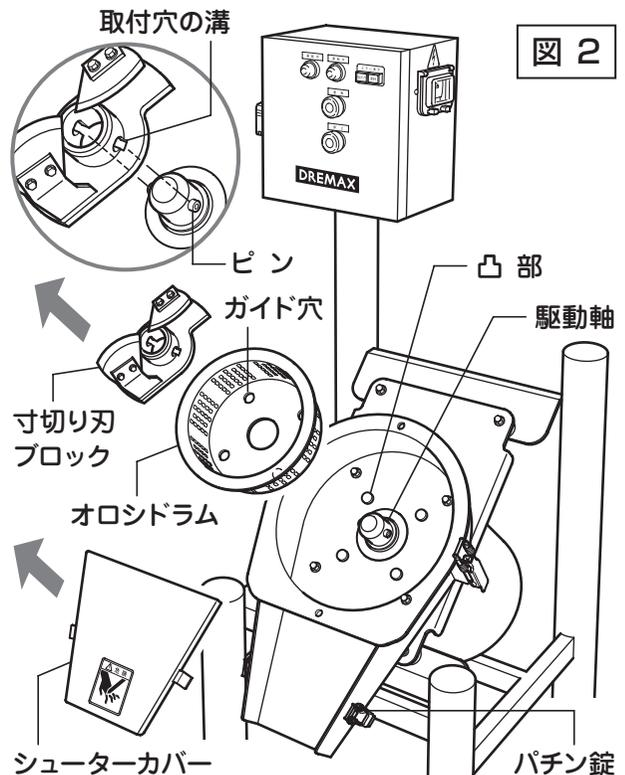

図 2
- 3 寸切り刃ブロックを駆動軸から引き抜いてください。(図2)
- 4 オロシドラムを持ち上げて取り外してください。(図2)
- 5 シューターカバーを固定しているパチン錠を解除して取り外してください。(図2)
- ② シューターカバーをセットし、パチン錠を掛けます。(図2参照)
- ③ オロシドラムのガイド穴4個所をドラム本体の凸部に合わせてセットします。(図2参照)
- ④ 寸切り刃ブロックを駆動軸に取り付けます。このとき、駆動軸のピンに取付穴の溝を合わせて奥までしっかりと押し込んでください。(図2参照)